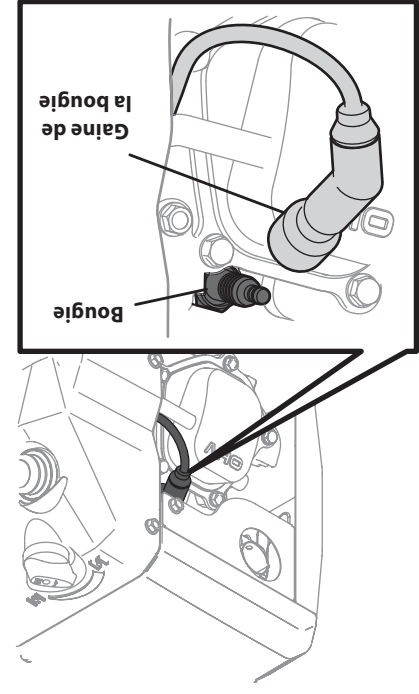

Figure 6-1
- 1. Débranchez le fil de la bougie et éloignez-le de celle-ci. Voir la Fig. 6-1.